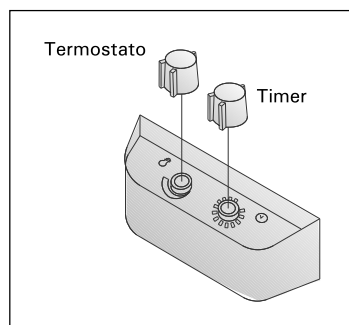

Figura 2. Centralina
Accendere la stufa con l'interruttore del timer: si illuminano le spie. Il timer ha due scale graduate: la prima (con numeri grandi) è la sezione "accensione immediata", la stufa cioè rimane accesa per un tempo stabilito (0-4 ore), mentre l'altra è la cosiddetta "sezione preimpostata" (1-8 ore), utilizzata per accendere la stufa dopo un periodo determinato. La stufa parte quando il timer ha riportato l'interruttore alla sezione "accensione immediata", cioè al numero quattro (4), dopo di che resterà accesa per circa quattro ore, a meno che l'interruttore non sia stato prima azzerato. Sullo zero (0), l'alimentazione elettrica agli elementi è staccata e la stufa è spenta. Vedere figura 2.